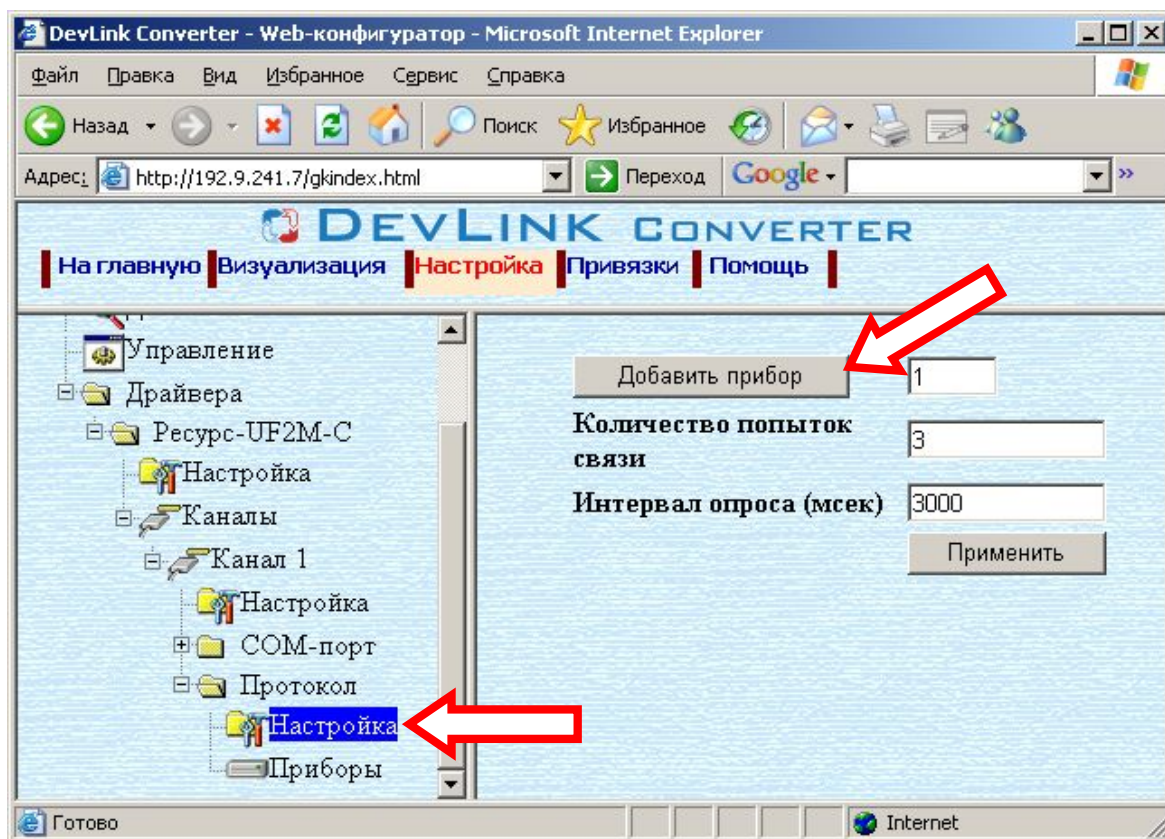

Рисунок 3.5 – Добавление прибора в канал
- Выберите в дереве объектов *папку «Настройка»* протокола драйвера нужного канала (рисунок 3.5). В результате в правом фрейме (фрейм «Настройка») конфигуратора появится элемент кнопка «Добавить прибор»